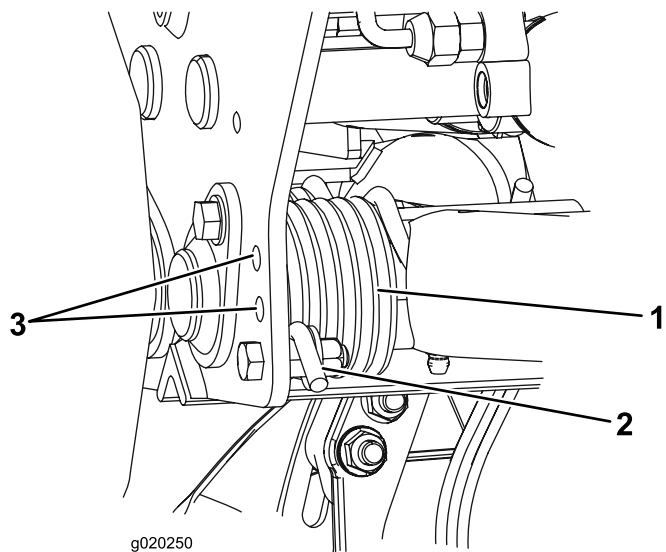

Figure 35
2. Insérez un tube ou un objet similaire sur l'extrémité longue du ressort pour détendre le ressort pendant le réglage (Figure 35).
3. Tout en détendant le ressort, retirez le boulon et le contre-écrou de fixation de l'actionneur de ressort au support (Figure 35).